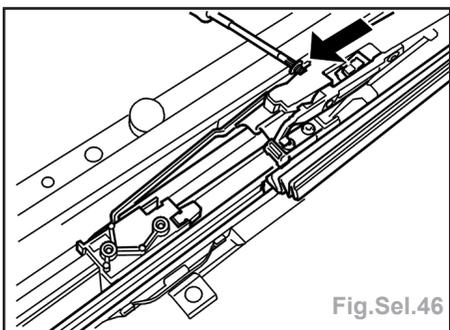

Fig.Sel.46
- Faire glisser le support de gouttière, poser la bielle de mécanisme et serrer la vis (Fig.Sel.46).